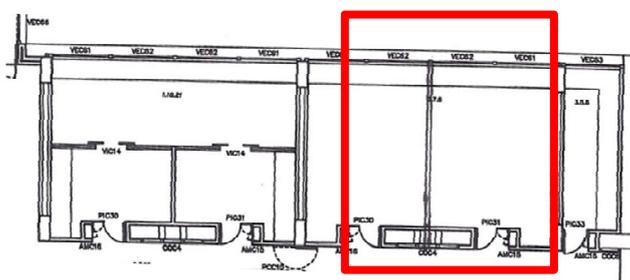

Figura 2 - Laboratório de Bacteriologia C4.51, localizado no 4º piso do Edifício C
- C4.51 - Laboratório de Bacteriologia, localizado no 4º piso do Edifício C (Figura 2).